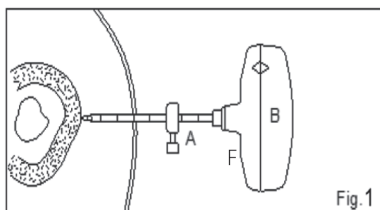

Fig. 1
FIG. 1 Selon la profondeur de l'os à atteindre, régler la jauge de profondeur de la canule coupante (A) sur le repère de centimètre adapté et serrer pour bénéficier d'un repère visuel. En tournant dans le sens antihoraire, introduire la canule coupante, le stylet et la poignée (A+B+F) assemblés, jusqu'au contact avec la surface osseuse.